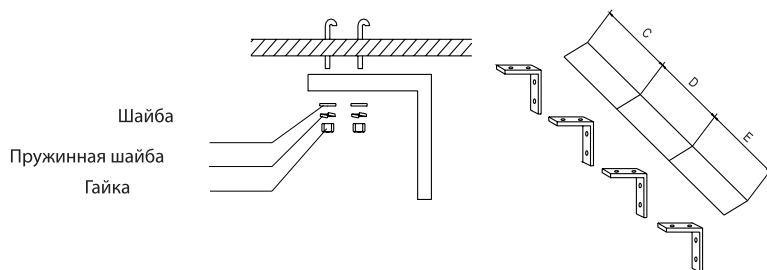

Рис.7 – Крепление завесы к потолку
7.3 Для крепления завесы к потолку используются специально изготавленные кронштейны (приобретаются потребителем) (Рис.7)